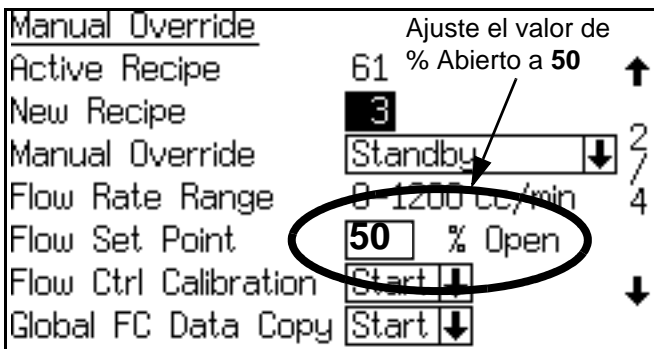

FIG. 103. Ajuste el % Abierto a 50 por ciento
3. Ajuste el valor de % Abierto a 50. Consulte FIG. 103.